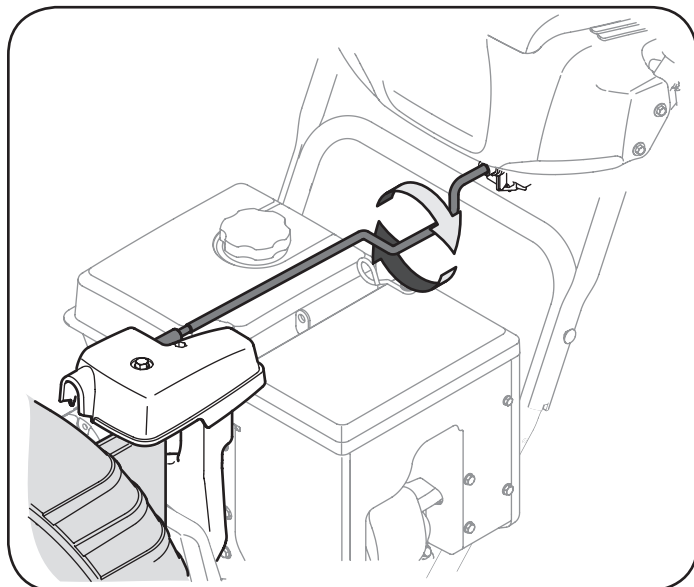

Figura 49
4. Agarre la parte dentada de la barra de control tolvá y girar manualmente el conjunto de la canaleta hacia la derecha o hacia la izquierda. Ver la Figura 49.